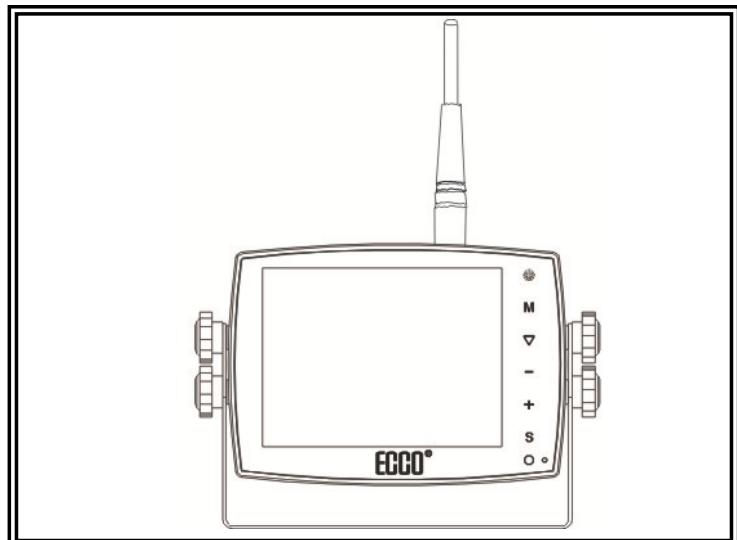

Figure 5
2. Fixez le moniteur sur la patte de support en U à l'aide des vis d'ajustement d'angle et ajustez l'angle de vue du moniteur (Figure 5)